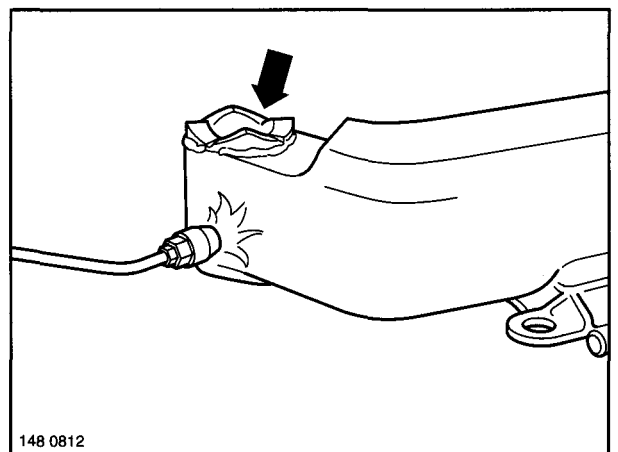

Fig. 12
- (8) Set up the axle beam in such a way that the shaft thrust rings (Fig. 12/arrow) are on top.
- (9) Heat the rear part of the stub axle on both sides in circles until it is dark red (Fig. 12).
- (8) Fixer le corps d'essieu de telle sorte que les rondelles à cames (figure 12/flèche) soient tournées vers le haut.
- (9) Chauffer circulairement à rouge le carter de pivot des deux côtés arrière (figure 12).
- (8) Achskörper so einspannen, daß die Wellendruckscheiben (Fig. 12/Pfeil) oben stehen.
- (9) Achsfaust im hinteren Bereich auf beiden Seiten etwas kreisförmig dunkelrot erwärmen (Fig. 12).